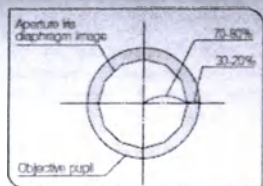
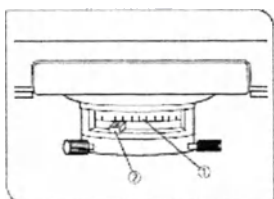

Рис. 17
Рис. 18
(рис. 17 и 18)
- При необходимости можно отрегулировать это соотношение, удалив окуляры и вращая регулировочный рычаг апертурной ирисовой диафрагмы (2) при наблюдении изображения через окулярное отверстие. Изображение должно соответствовать, изображению на рис. 17 (рис. 18).
- © Выровняйте рычаг апертурной ирисовой диафрагмы (2) со значением числовой апертуры (NA) (1) на шкале. Значение шкалы должно соответствовать номеру NA, выгравированному на объективе. Так как рычаг апертурной ирисовой диафрагмы имеет определенную ширину, выравнять его со значением шкалы следует по центральной линии, выгравированной на рычаге.
- При использовании объектива 100X полностью поверните рычаг апертурной ирисовой диафрагмы (2) на значение 0.9 на шкале. (рис. 18)